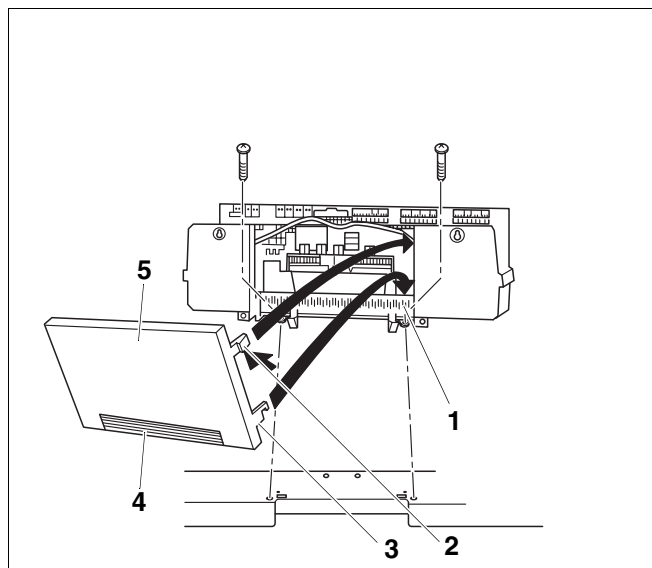

Рис. 67 Установка задней стенки системы управления
При необходимости можно выломать или вырезать заглушку (рис. 67, поз. 4) на задней стенке (рис. 67, поз. 5) системы управления.
- Вставить оба нижних крюка (рис. 67, **поз. 3**) справа и слева на задней стенке (рис. 67, **поз. 5**) шлицом в верхнюю кромку гнезда рамки (рис. 67, **поз. 1**).
- Слегка нажать верхние эластичные крюки (рис. 67, **поз. 2**) внутрь (по стрелке) и вставить заднюю стенку (рис. 67, **поз. 5**) так, чтобы оба крюка защелкнулись.